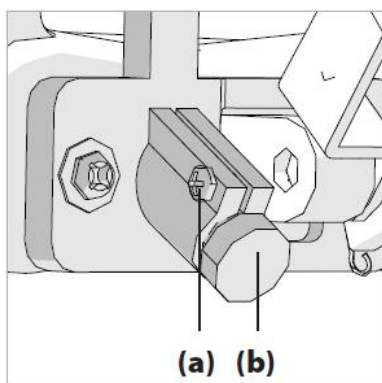

Fig. 6
- Ослабьте фиксирующий винт (**Fig.6, a**)
- Осторожно вращайте лазерный модуль (**Fig.6,b**) до тех пор пока луч не станет параллельно меткам на картоне